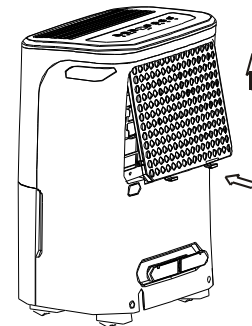

Fig. 10
- Anexar: Insira o filtro de ar na unidade de baixo para cima. Veja a Fig. 10.